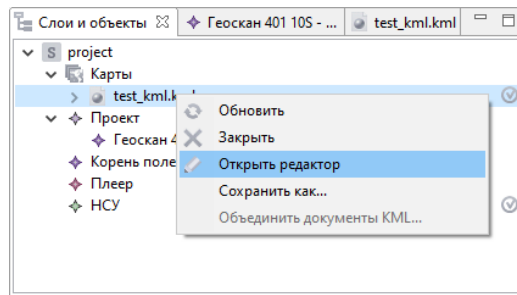

Рис. 30: Открытие файла KML в редакторе
3. Откройте созданный файл в редакторе (рис. 30). Для этого перейдите в режим **Эксперт** и нажмите правой кнопкой мыши по нужному файлу.